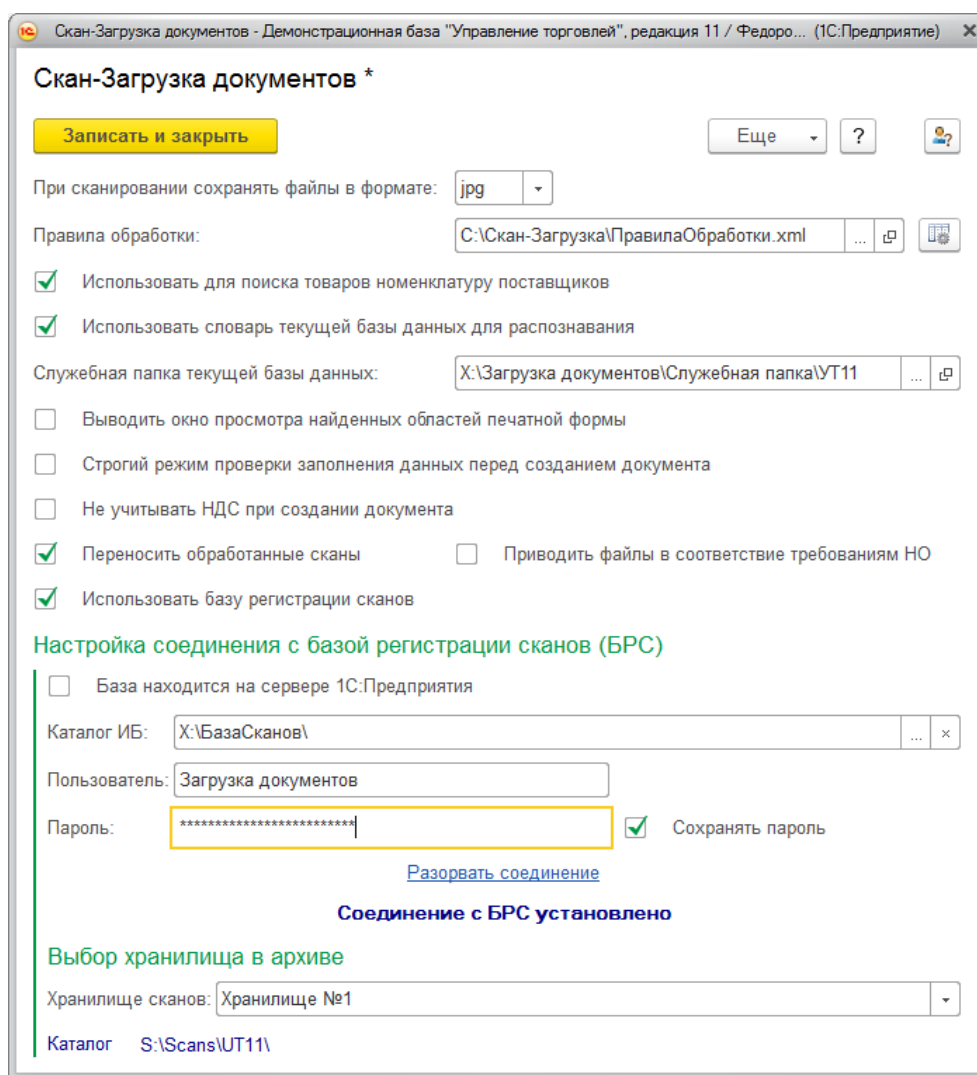

Рис. 68
2. В окне параметров установить флажки «Переносить обработанные сканы» и «Использовать базу регистрации сканов» (второй флажок становится видимым после установки первого). См. Рис. 68.
4. Щёлкнуть по гиперссылке «Установить соединение». СЗД подключится к БРС, используя указанные параметры. В случае успешного подключения (все параметры указаны верно) в нижней части окна параметров появляются поля для выбора хранилища, в котором должны размещаться обработанные сканы (См. Рис. 68). При первом подключении СЗД из данной учётной базы в БРС автоматически создаётся запись в справочнике «Информационные базы», хранящая уникальный идентификатор данной базы. Все сканы, обработанные в данной базе, будут регистрироваться в БРС со ссылкой на эту базу и на конкретный документ в базе. Это позволяет автоматически отобрать и обрабатывать все сканы, обработанные в конкретной базе.